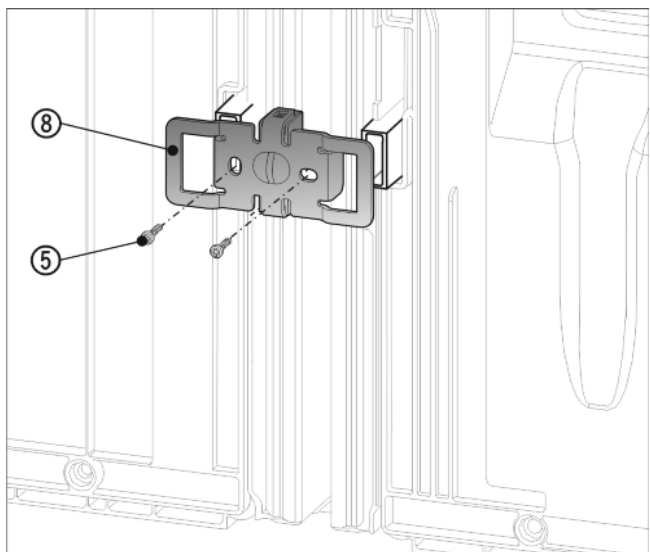

Fig. 12
- ▶ Den Winkel Fig. 12 (8) erneut mit den Aussparungen über die Aufnahme für die Wandabstandshalter schieben.
- ▶ Mit 2 Schrauben Fig. 12 (5) fest anschrauben.